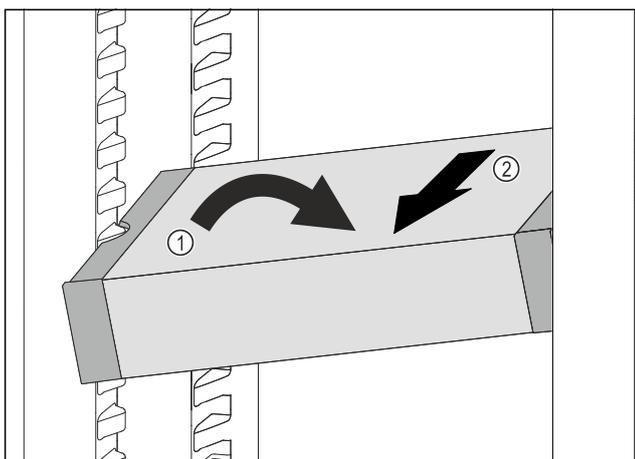

Fig. 143
- Ukosite ladicu VarioSafe u hladnjaku. Fig. 143 (1)
- Izvadite ladicu VarioSafe prema naprijed. Fig. 143 (2)